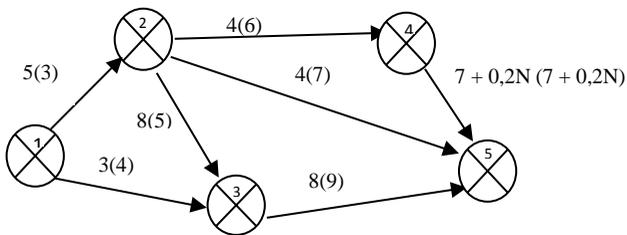

Рис. 3.22. Сетевой график выполнения комплекса подготовительных работ
2. С этой целью создана группа специалистов и составлен сетевой график выполнения комплекса работ (рис. 3.22).